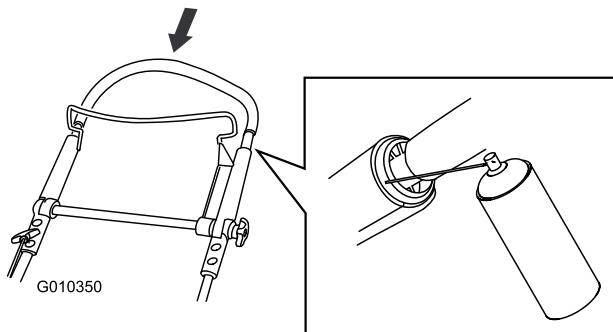

Bild 43
2. Drücken Sie den oberen Bügel ganz nach unten und sprühen Sie die innere Kunststoffoberfläche des äußeren Bügels ein (Bild 43).